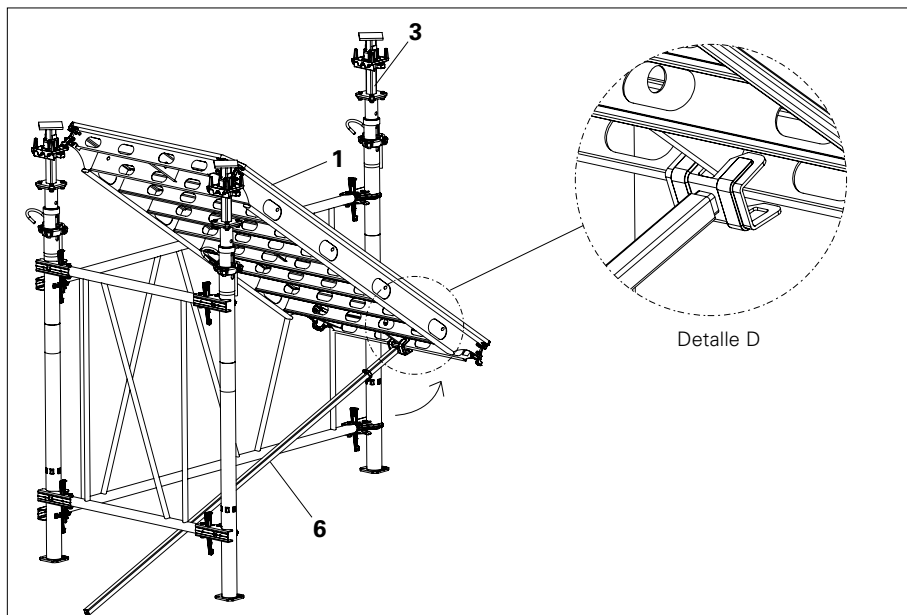

Fig. A5.03
6. Gire el panel ADP (1) hacia arriba con la ayuda de la horquilla auxiliar de encofrado (6) y enganche el tercer puntal (3). (Fig. A5.03).